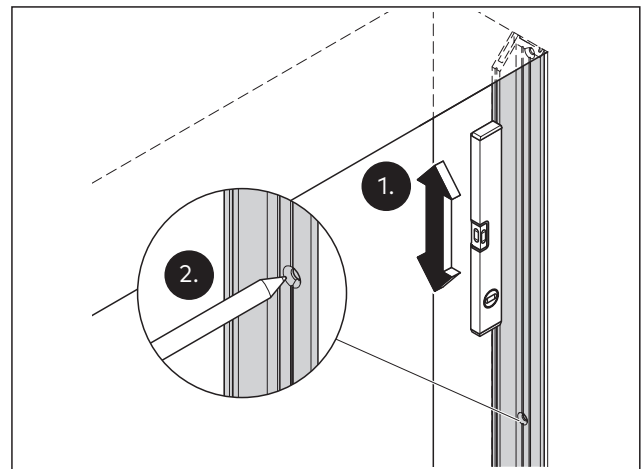

Abb. 22 Die Bohrlöcher des Zargen-Adatperprofils am Untergrund markieren
1. Das Zargen-Adatperprofil senkrecht im Durchgang gemäß der Freigabezeichnung ausrichten (Abb. 22).